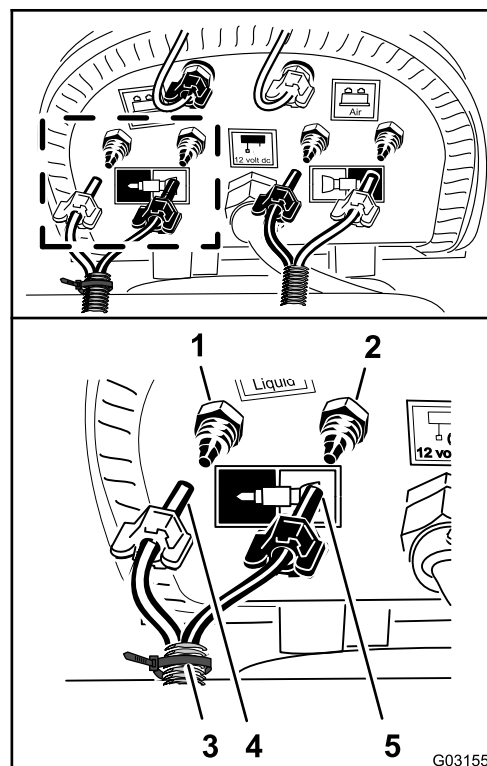

Рисунок 142
- Закрепите трубки при помощи кабельной стяжки, подготовленной при выполнении пункта 9 раздела Подготовка новых трубок в сборе для насадок пенного маркера (страница 20), надев синюю трубку правой секции опрыскивателя на обжимной фитинг водяного контура правой секции опрыскивателя (Рисунок 142).
- Наденьте зажимную гайку трубки на фитинг и затяните гайку от руки (Рисунок 142).
- Подсоедините прозрачную трубку правой секции опрыскивателя к обжимному штуцеру воздушного контура правой секции опрыскивателя (Рисунок 142).